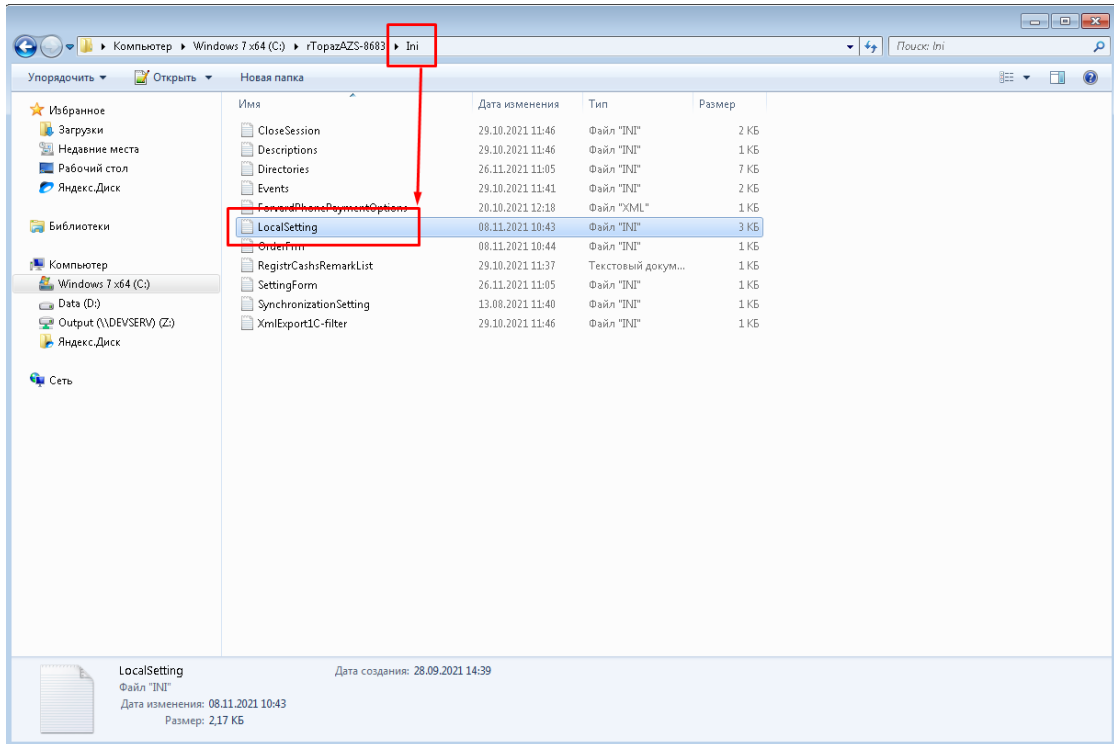

Рисунок 125.
- откройте файл <Путь до ТопазАЗС>/Ini/localsettings.ini (рисунок 125):